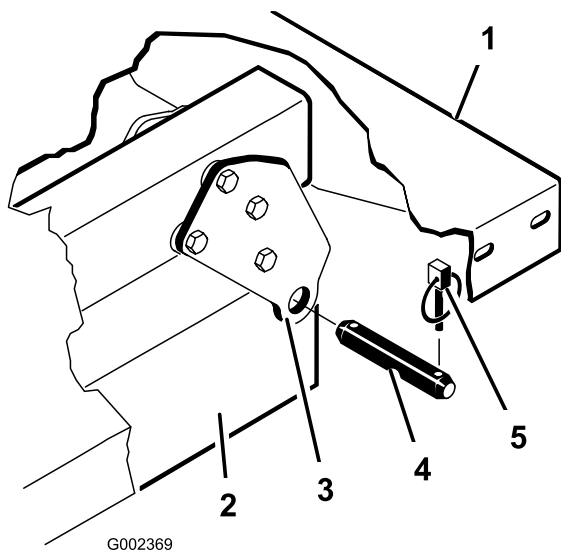

Figura 4
6. Rimuovete gli acciarini e i perni con testa che fissano le staffe orientabili del pianale ai profilati del telaio della macchina (Figura 4).